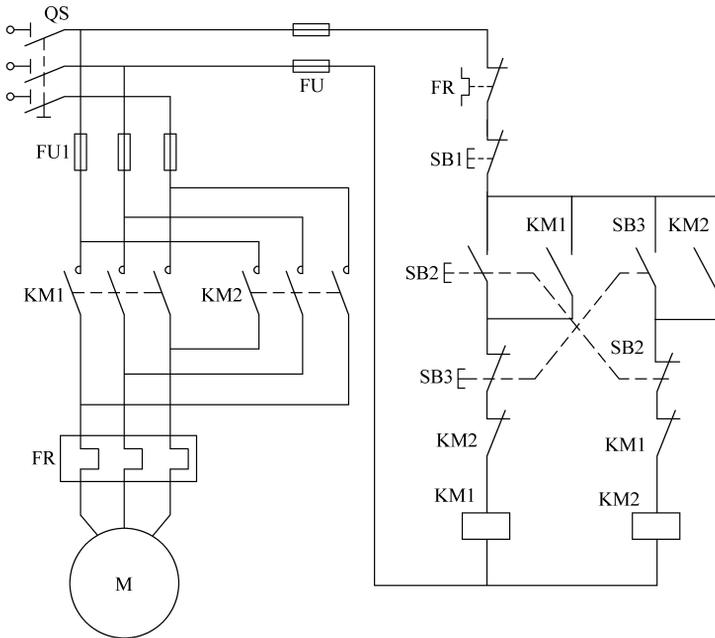

图 2-14
1. 识读按钮与接触器双重联锁的正反转控制电路（见图2-14）。